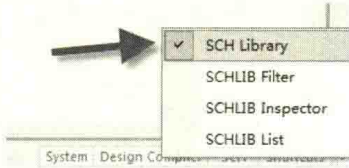

图 3-38 执行 SCH Library 命令
- (1) 在元件库编辑器界面的右下角执行命令“SCH-SCH Library”，如图 3-38 所示，进入元件列表。
- (2) 单击选择或按住“Shift”键多选需要进行复制的元件。单击鼠标右键，单击“Copy”，